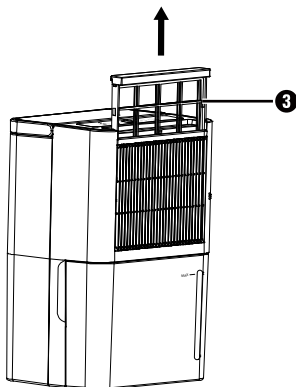

Abb. 6
- ◆ Der Luftfilter **3** befindet sich hinter dem Lufteinlassgitter **2**. Fassen Sie mit den Fingern die Griffkante des Luftfilters **3** und ziehen Sie ihn nach oben aus dem Gerät (siehe Abbildung 6).